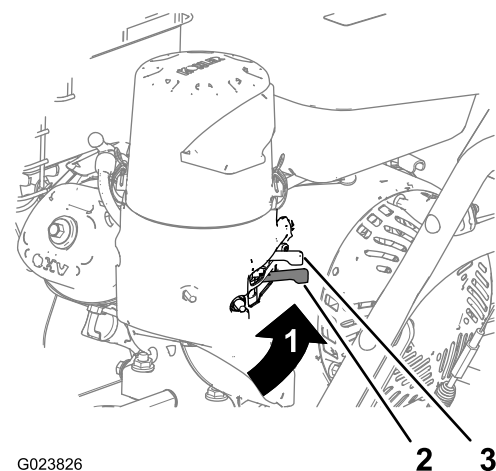

Figura 9
Mueva la válvula de cierre del combustible, situada debajo del estarter, a la derecha para dejar pasar el combustible (Figura 9).
- En el lado izquierdo trasero del motor, mueva la palanca del estárter hacia la izquierda a la posición de ACTIVADO. Si el motor está caliente, deje el estárter en la posición de DESACTIVADO (Figura 9).
- Deje que el motor se caliente durante varios minutos, luego mueva el estárter hacia la posición de DESACTIVADO (Figura 9).
- Utilice la válvula de cierre del combustible para cerrar el paso del combustible cuando no se va a utilizar la máquina durante unos días, antes de aparcar la máquina dentro de un edificio, o durante el transporte a y desde la obra (Figura 9).